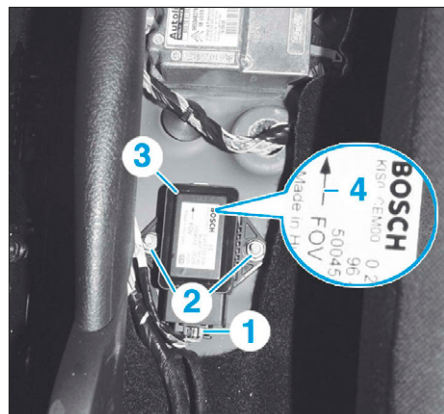

FIG. 18
- Débrancher le connecteur (1) (Fig.18).
- les écrous (2),
- le capteur de lacet et d'accélération (3).